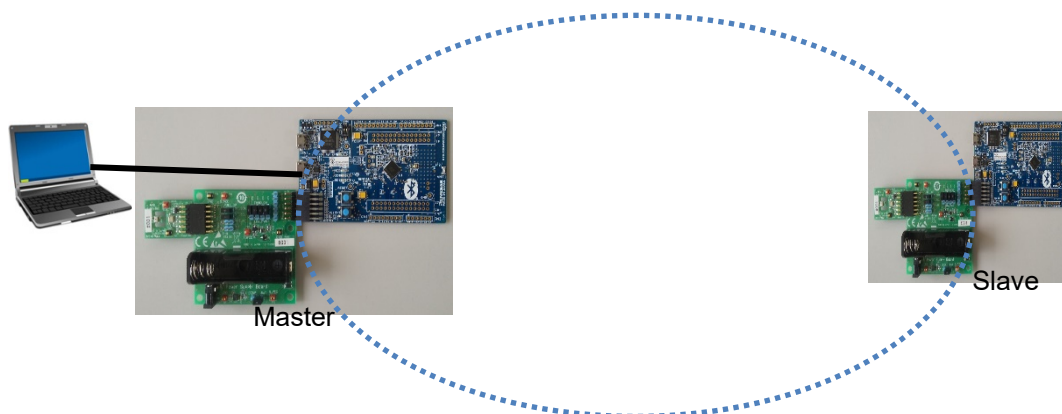

図 5-6 ネットワーク構築方法
- ・ **図 5-6 ネットワーク構築方法**にて、Master と Slave を配置し、SCAN で見つけられる短距離の場所に設置します。